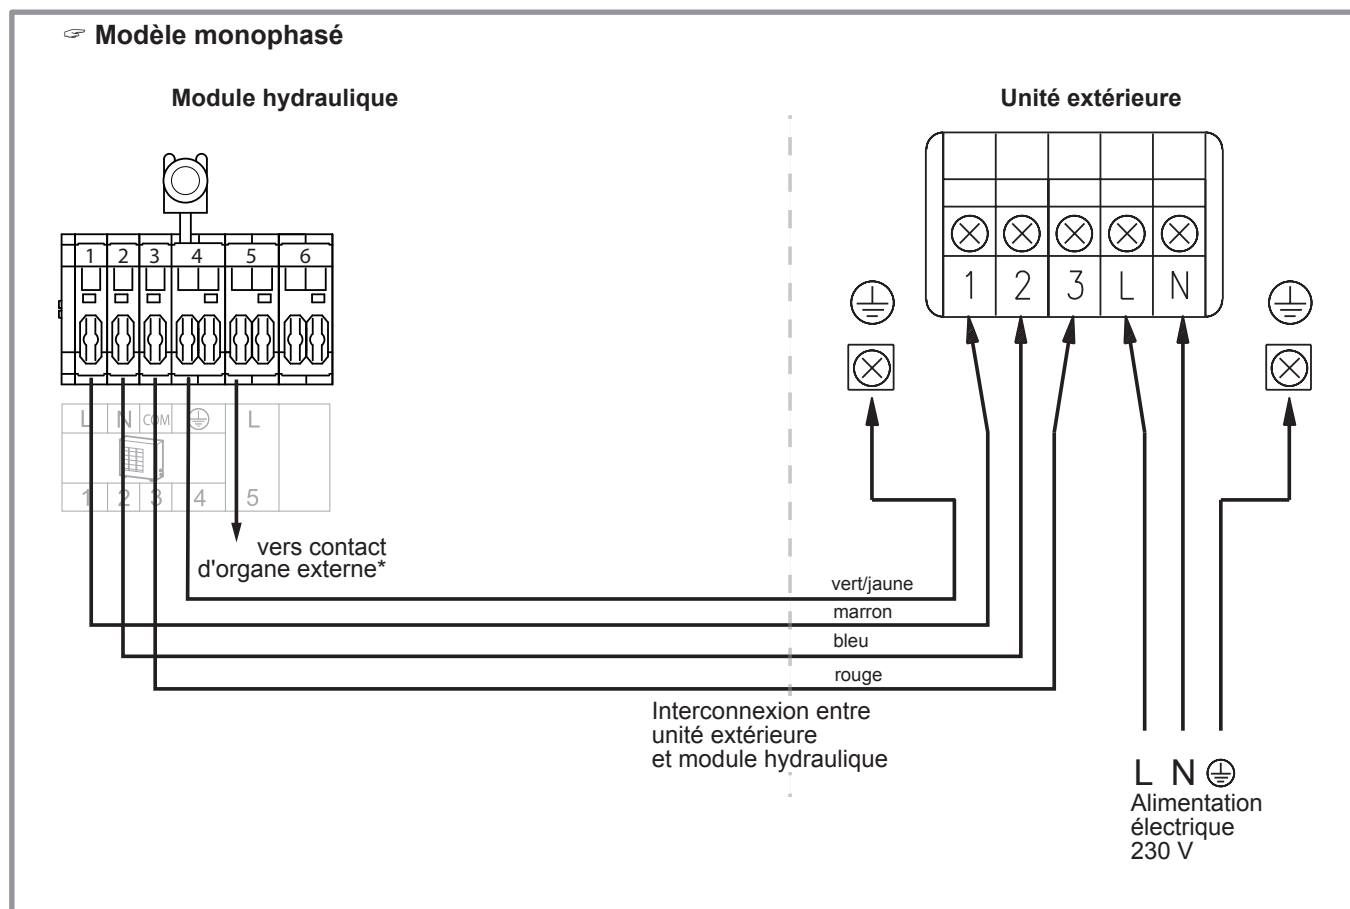

figure 40 - Raccordement aux borniers et relais de puissance
- Effectuer les raccordements suivant les schémas (figure 40 et figure 41).